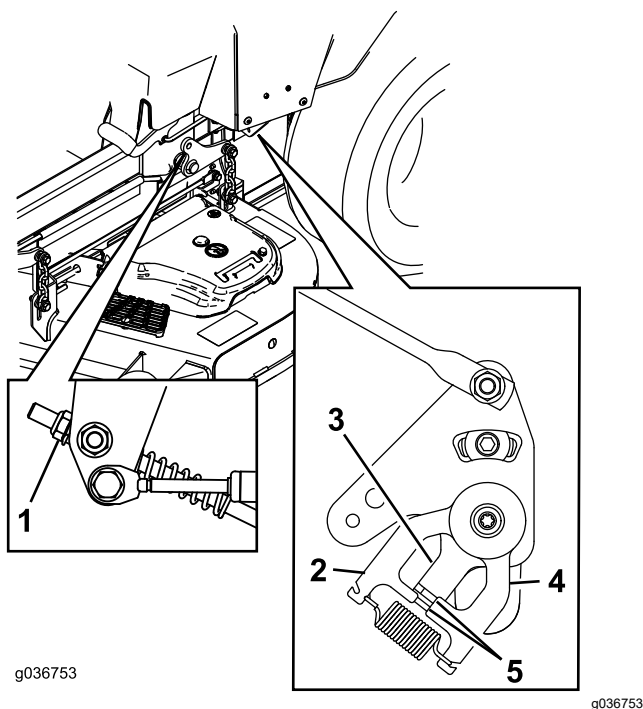

Figura 78
11. Ajuste la longitud de las varillas de control de las bombas girando la tuerca en el sentido apropiado, hasta que las ruedas se muevan ligeramente en marcha atrás (Figura 77 y Figura 78).